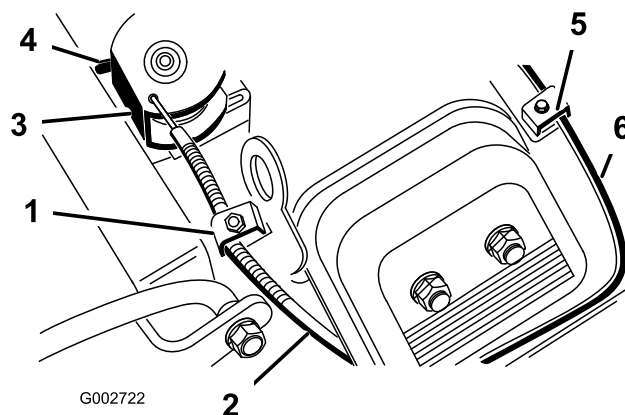

Figure 37
2. Desserrez la vis du collier qui raccorde le câble au moteur (Figure 37).
4. Tirez fermement sur le câble d'accélérateur jusqu'à ce que l'arrière du pivot atteigne la butée (Figure 37).
- Tirez fermement sur le câble de starter (Figure 37), jusqu'à ce que le papillon soit complètement fermé, puis serrez la vis du collier de câble.